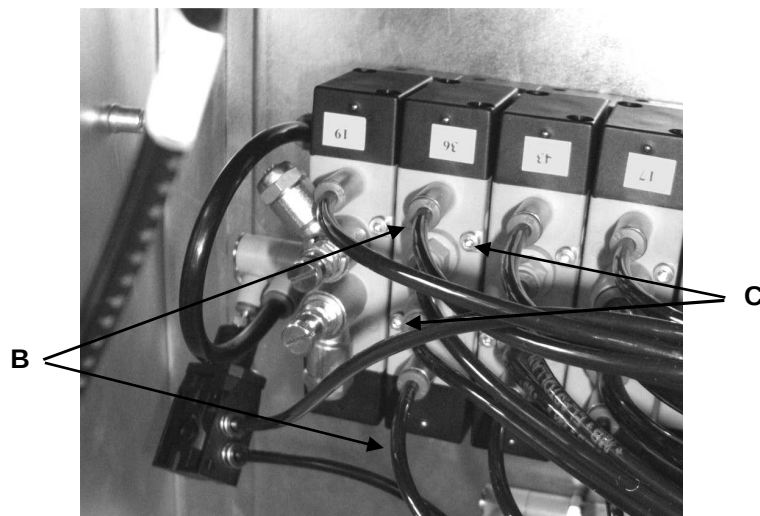

Fig. 10-10
- 3) Pour remplacer les vannes, débrancher les tuyaux d'air "B" (Fig. 10-10).
- 4) Desserrer les 2 vis de fixation "C" (Fig. 10-10).
- 6) Fixer la nouvelle vanne au moyen des 2 vis de fixation "C" (Fig. 10-10).
- 7) Brancher les tuyaux d'air "B" (Fig. 10-10).